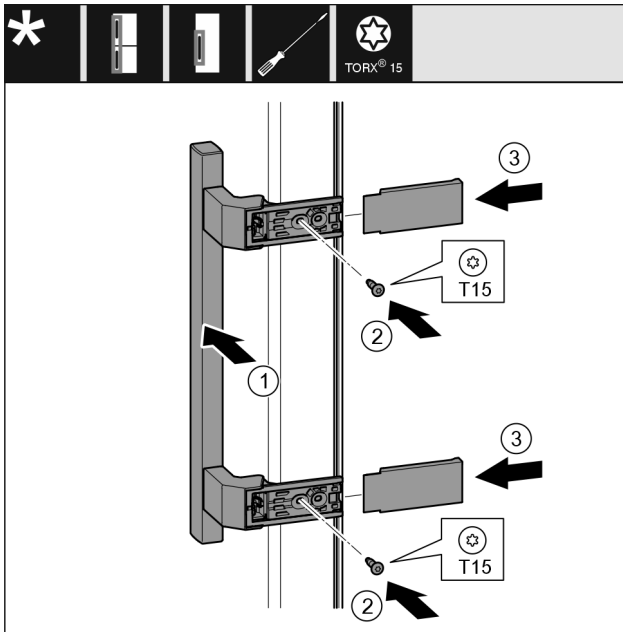

Fig. 19
- ▶ Griff Fig. 19 (1) auf der Gegenseite ansetzen.
- ▶ Schrauben Fig. 19 (2) mit Schraubendreher festschrauben.
- ▶ Abdeckungen Fig. 19 (3) seitlich ansetzen und aufschieben.